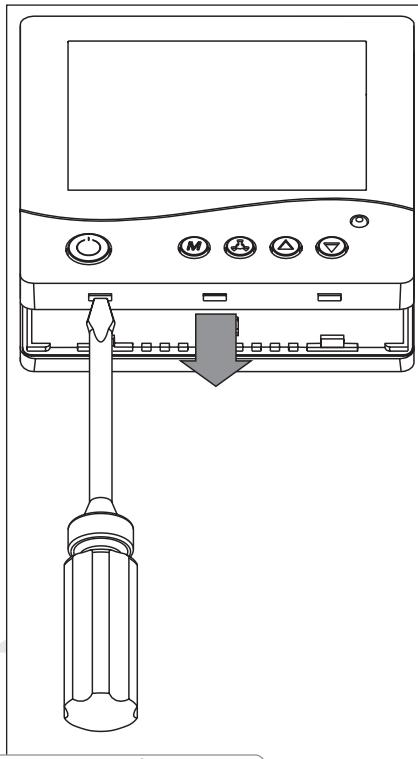

Рис. 4. Снятие задней крышки
- Аккуратно отверткой отстегните защелки через технологические отверстия в нижней части настенной панели управления (рис. 4).